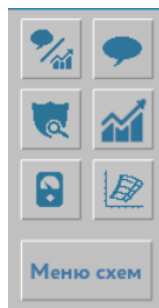

Рисунок 59 – Панель управления
- первый уровень – мнемосхема уровня ЛПУ МГ, (см. Рисунок 59).
Панель управления (см. Рисунок 59) является статичной областью экрана АРМ оператора и располагается в верхней левой его части.